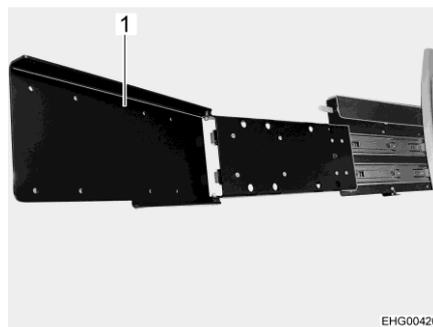

Fig. 84 Dispositivo de extracción (extendido y girado)
- Para girar la pantalla plana hacia la zona posterior: plegar el dispositivo de extracción (Fig. 84,1).